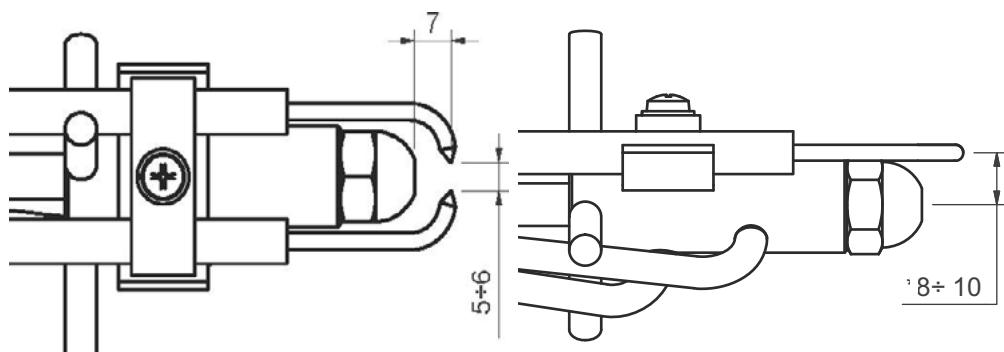

Рис. 38
- Проверить и аккуратно почистить фотоэлемент улавливания пламени и, если необходимо, заменить его. В случае возникновения сомнения, проверить контрольный контур, после того, как горелка будет вновь запущена, согласно схеме на Рис. 38;